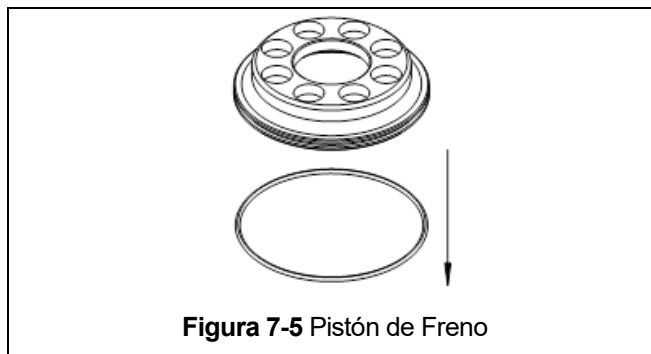

Figura 7-5 Pistón de Freno
- 5) Retire el anillo "O" del pistón del freno como se muestra en la Figura 7-5. Si el pistón del freno tiene alguna grieta, debe ser reemplazado.